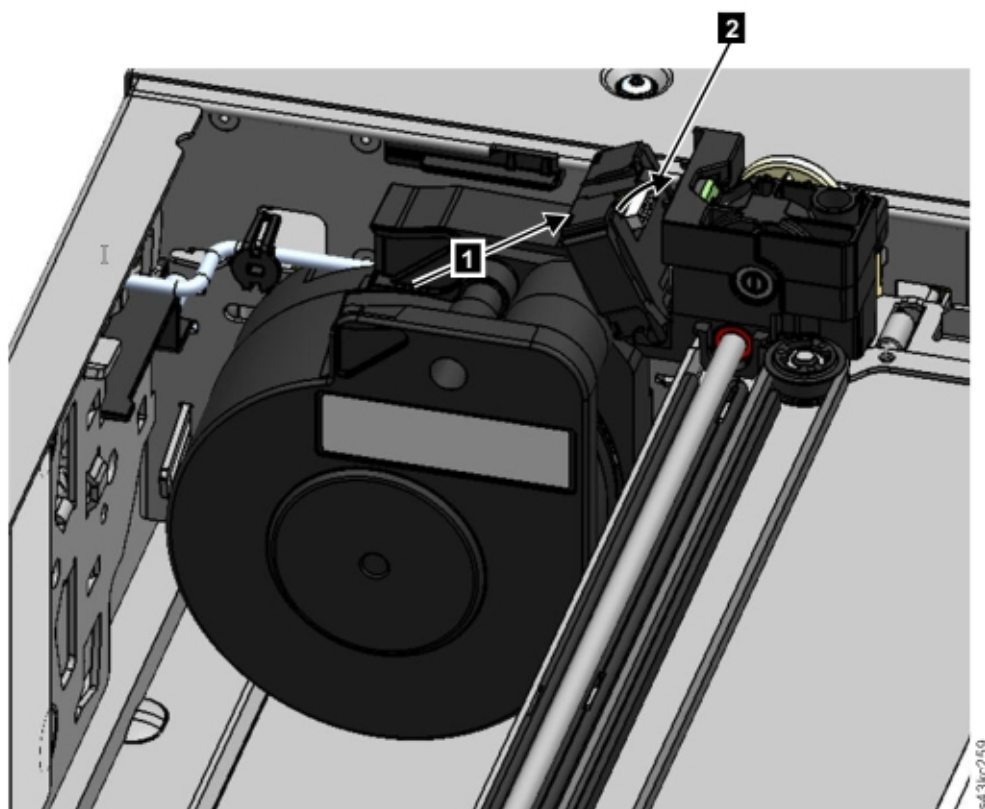

図 76. スプリング・ケーブルの取り付け
5. スプリング・ケーブルをアクセサリにつながるくぼみに入れ、きちんとはまるまで回転させます。153 ページの図 76を参照してください。